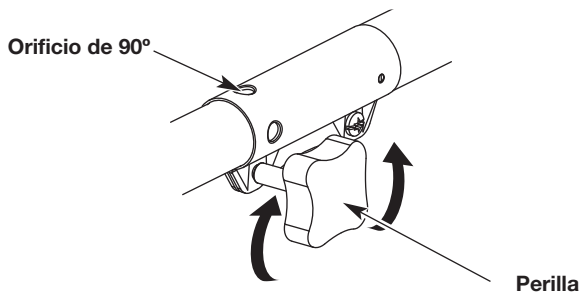

Fig. 1
1. Para aflojar, gire la perilla en sentido contrario a las agujas del reloj (Fig. 1).
3. Para apretar, gire la perilla en el sentido de las agujas del reloj (Fig. 1).
**PRECAUCIÓN:** Antes de operar esta unidad, cerciórese de que el botón de liberación esté completamente encajado en el orificio 90° y de que la perilla (Fig. 1) esté bien apretada. Estos accesorios deben encajarse solamente en el orificio principal. Usar un orificio incorrecto podría ocasionar lesiones personales o daños a la unidad.